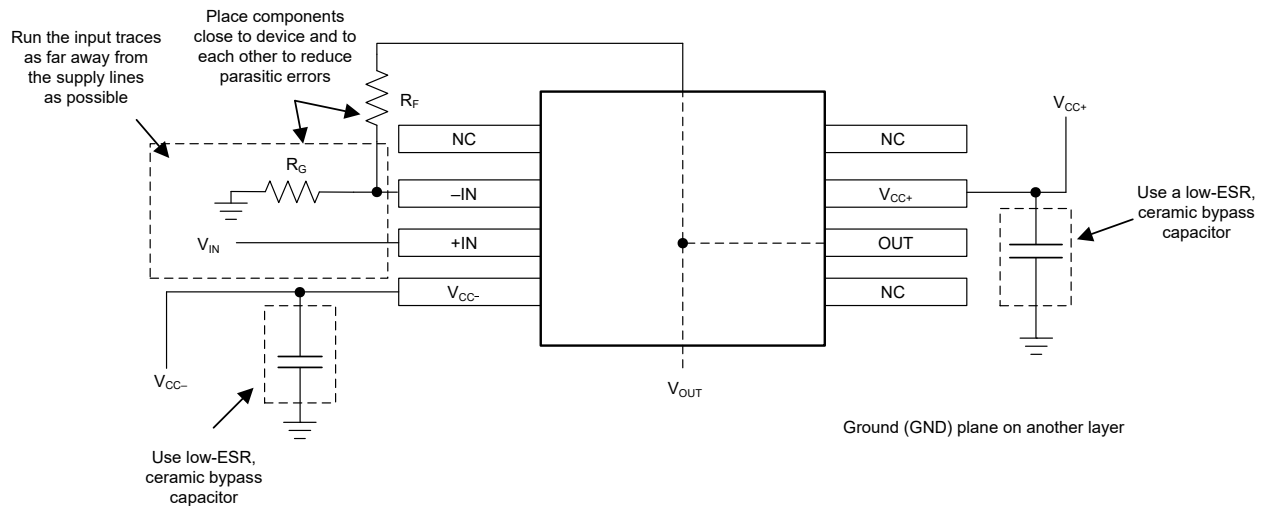

图 7-4. 同相配置的运算放大器电路板布局
4. 外部元件应尽量靠近器件放置。如 图 7-4 所示，使 R_F 和 R_G 靠近反相输入以最大限度地减小寄生电容。